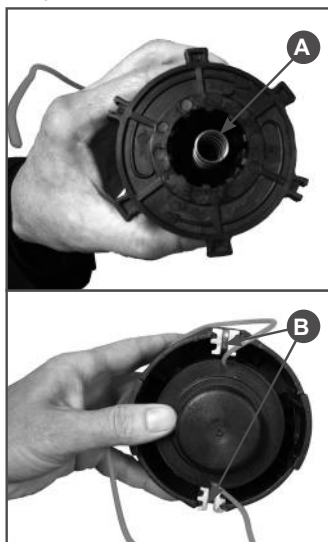

Рис. 19 Установка катушки в корпус
4. Установите в катушку пружину (Рис.19А). Установите катушку с кордом в корпус и зафиксируйте концы корда в специальных пазах. Концы корда должны находиться против на-
правляющих, установленных в корпусе катушки (Рис.19В).